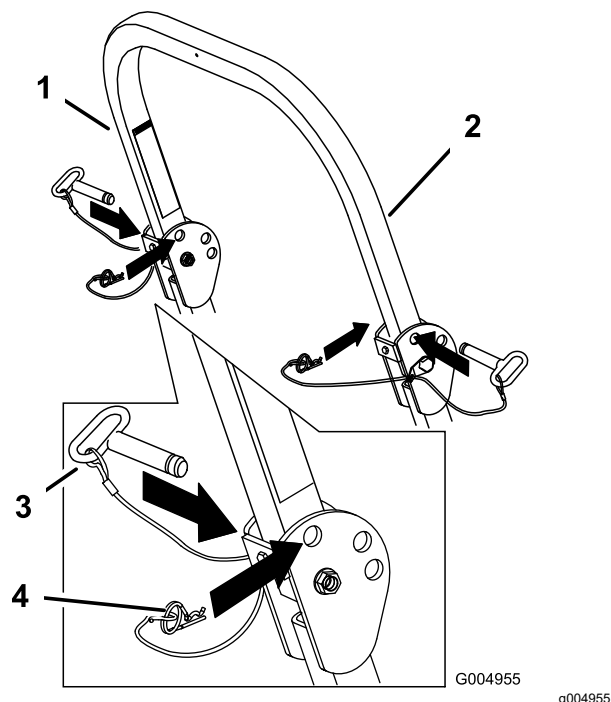

Figure 9
1. Retirez les goupilles fendues puis les deux axes (Figure 9).
3. Posez les 2 axes et fixez-les avec les goupilles fendues (Figure 9).
2. Déployez complètement l'arceau de sécurité puis insérez les 2 axes et fixez-les avec les goupilles fendues (Figure 9).